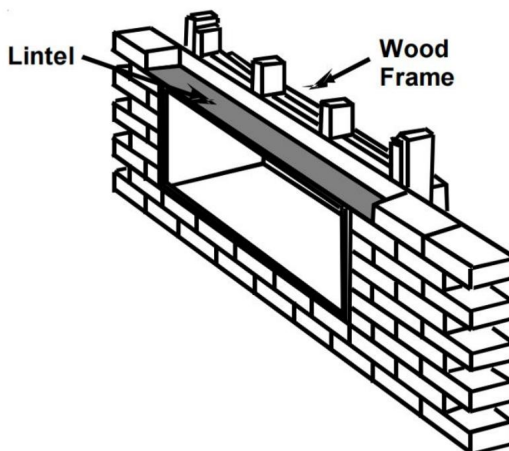

Abbildung 3
3. Bei Einbau in eine Beton- oder Mauerwand muss in der Wandöffnung ein Sturz zur Unterstützung vorgesehen werden. Verwenden Sie die Wandhülse nicht als Sturz. Wenn die Wand weniger als 203,2 mm dick ist oder eine Hohlkonstruktion aufweist, muss eine alternative Stützmöglichkeit für die Hülse vorgesehen werden. Eine typische Sturzkonstruktion finden Sie in Abbildung 3.